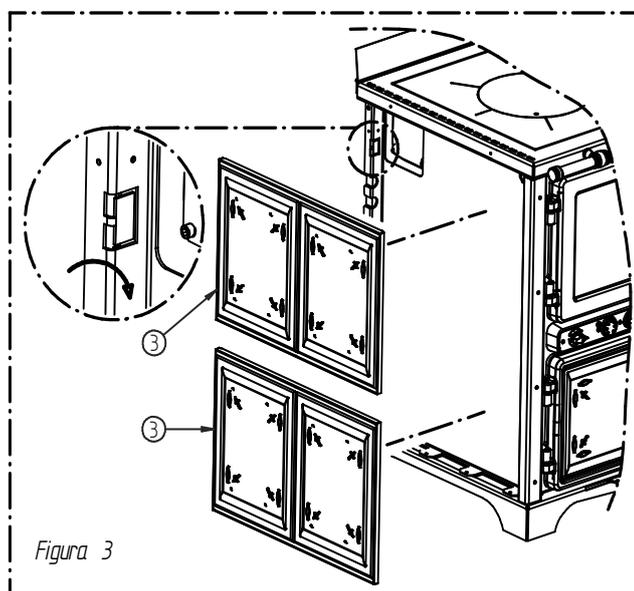

Figura 3
Procedere ora al montaggio delle ceramiche laterali (3) assemblando dapprima quella inferiore e poi quella superiore. Inserire la ceramica (3) come indicato nella Figura 2 e Figura 3 deformando dapprima le alette indicate. Fermare ora le ceramiche (3) attraverso i profili (1). Fissare ora i profili estetici (2).